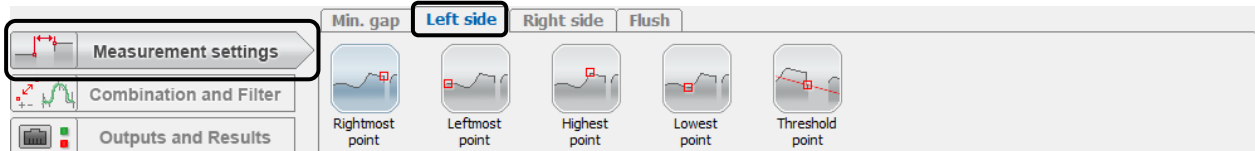

Abb. 3.35: Bereich "Measurement settings", Reiter "Left side"
- Drücken Sie, falls noch nicht geschehen, den Button "Measurement settings" (siehe Abb. 3.35).
- Drücken Sie, falls noch nicht geschehen, auf den Reiter "Left side" (siehe Abb. 3.35).